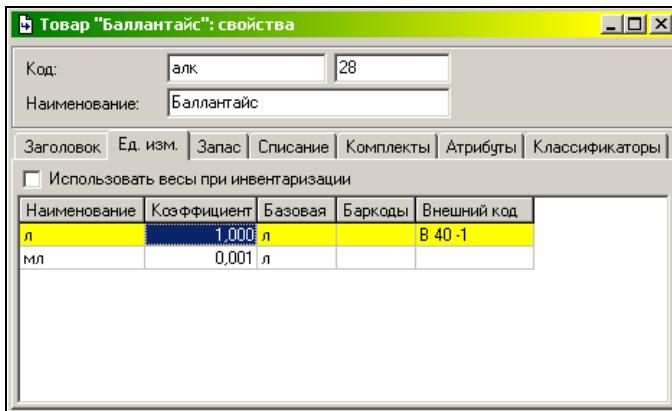

Рис. 44
**Чтобы добавить единицу измерения:** см. Рис. 44:
- ✓ Введите коэффициент перевода базовой единицы измерения в создаваемую (столбец *Коэффиц. страница Ед. изм.*. см. Рис. 44). В этом поле определена связь не только между единицами измерения одной группы (см. п. 6.2.), но и связь между единицами измерения, относящимися к разным группам для данного товара.
Например, товар яйцо может быть измерен в штуках, граммах и килограммах. На карточке товаров указываем соответствующие единицы измерения (Рис. 44). И в столбце Коэффициент указываем коэффициенты соотношения между граммом и штукой. (В нашем примере одно яйцо весит 40 грамм)